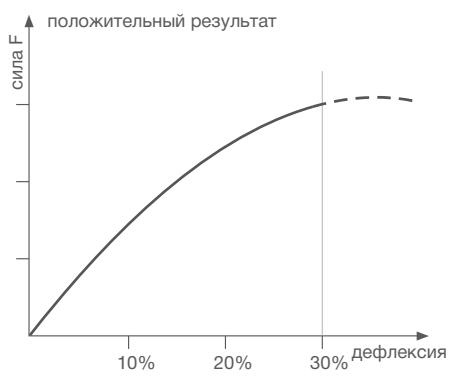

РИСУНОК 2.
- Кольцевая гибкость в соответствии с EN ISO 13968 (см. рис. 2), ГОСТ Р 54475-2011 (п. 8,5), ТУ 2248-001-9646-7180-2008 с изменениями №1 (п. 5,6);